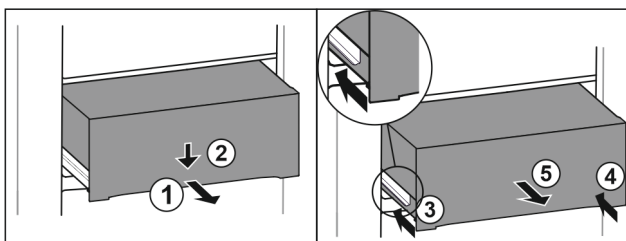

Fig. 92
- ▶ Wyciągnąć szufladę do połowy. Fig. 92 (1)
- ▶ Popchnąć szufladę z przodu w dół. Fig. 92 (2)
- ▶ Wsunąć lewą szynę o ok. 2 cm. Fig. 92 (3)
- ▶ Wsunąć prawą szynę o ok. 2 cm. Fig. 92 (4)
- ▶ Wyjąć szufladę do przodu. Fig. 92 (5)